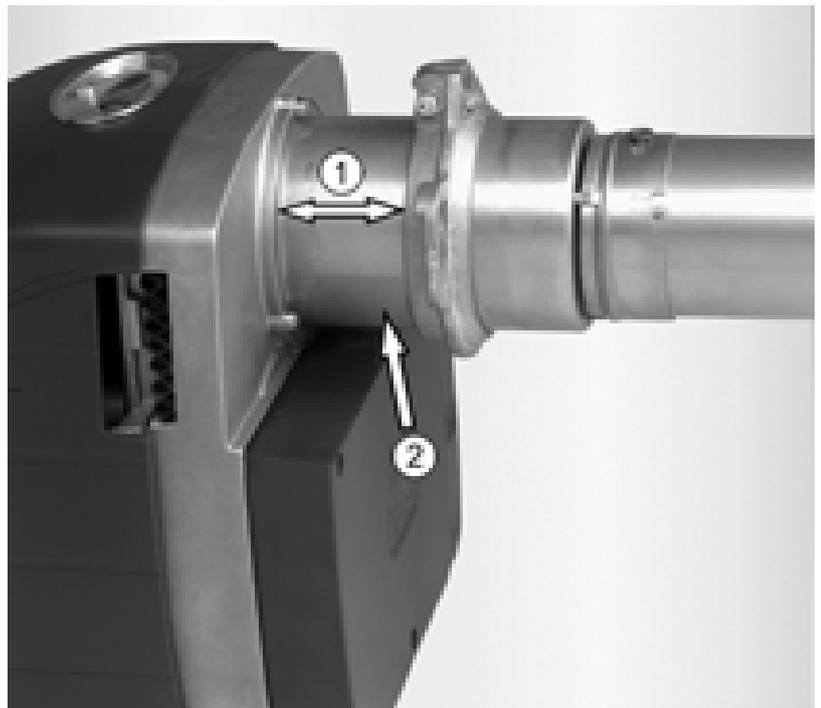

Abb. 15: Rezirkulation und Brennerrohrflansch RE 1H / HK / HG
- Anpassung an Feuerraumtiefe (Maß L, s. Abb. 15)
Bei der Montage des Brenners ist darauf zu achten, dass die Rezirkulationsschlitze (s. Abb. 14 und Abb. 15) im Brennerrohr nicht von der Türauskleidung verdeckt sind.
Legende zu Abb. 15: